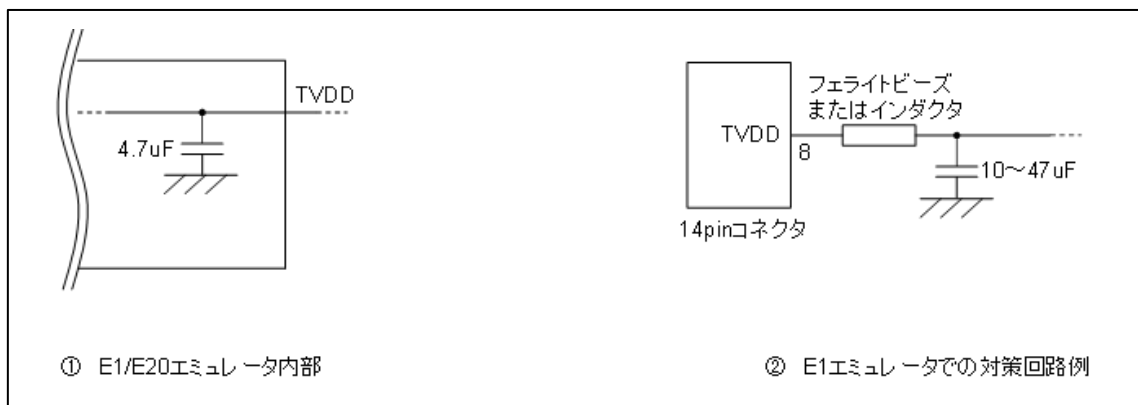

図 2-10 ホットプラグイン向け対策回路
ホットプラグイン接続を行う可能性がある場合には、下記のような回路構成にしておく必要があります。図 2-10 ①のように E1 エミュレータの 8 番ピンには、エミュレータ内部で 4.7 μ F のコンデンサが付いているため、ホットプラグイン接続を行う場合はユーザシステム上の電源電圧が一瞬低下する場合があります。この電圧降下により MCU リセットが発生する可能性があります。図 2-10 ②に示すように、エミュレータ接続コネクタの TVDD ラインの直近にフェライトビーズ (またはインダクタ) と低 ESR で大きめなコンデンサを付けることで症状を軽減することができますが、本対策は、電圧降下を完全に改善するものではありません。なお、ホットプラグイン接続はデバッグ時のみ有効な機能であり、本機能を使用する場合は、別売のホットプラグインアダプタが必要です。